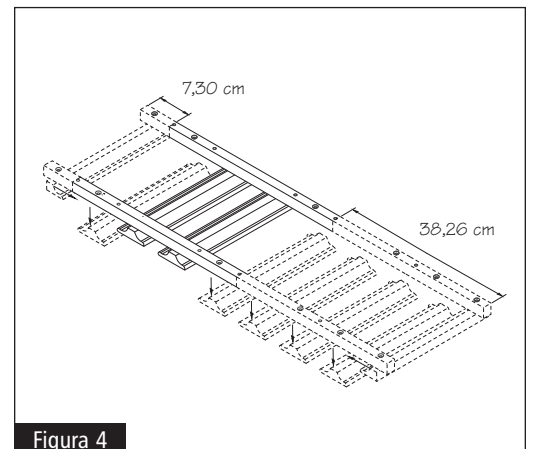

Figura 4
- 1** Coloque la unidad de soporte para copas en una superficie plana con las correas de instalación hacia arriba. Note que la unidad tiene 4 orificios a la izquierda y 5 orificios a la derecha. Con un destornillador, retire los dos (2) primeros rieles a la izquierda y a la derecha y vuelva a colocar el primer riel (más pequeño) donde estaba el segundo riel. Con un destornillador, retire los cinco (5) primeros rieles a la derecha y vuelva a colocar el primer riel (más pequeño) donde estaba el quinto riel. Marque con un lápiz cada extremo de las dos correas de montaje. Consulte la figura 4.
- 4** Sostenga la unidad en su lugar, taladre los orificios de 1/8 pulg. a través de cada orificio pretaladrado vertical en las correas de montaje a una profundidad de 3/8 pulg. y asegure a la parte inferior del gabinete con (8) tornillos Phillips #8 x 1-in.